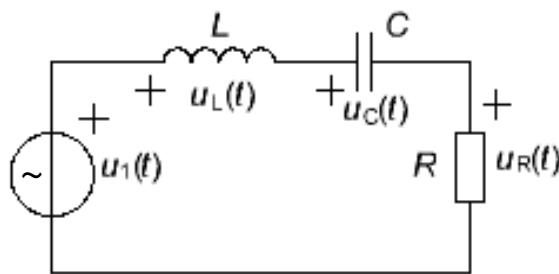

Рис. 6.1
1.2. Рассчитайте резонансную частоту f_0 , добротность Q и ширину полосы пропускания $2\Delta f^*$ последовательного колебательного контура, схема которого приведена на рис. 6.1, по формулам
2.2. Постройте на экране дисплея схему последовательного колебательного контура, приведенную на рис. 6.1, задайте значения параметров элементов (пп. 1, 2 приложения).